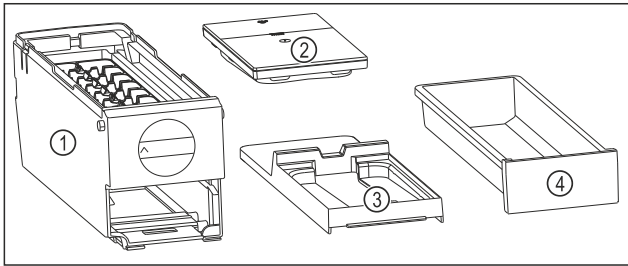

Fig. 113 Komponenter i EasyTwist-Ice
- ▷ EasyTwist-Ice er delt inn i fire deler. (se Fig. 113)
- ▶ Demonter kun delene til EasyTwist-Ice som er angitt på bildet. (se Fig. 113)
- ▶ Hoveddelen til EasyTwist-Ice Fig. 113 (1) rengjøres som en del.